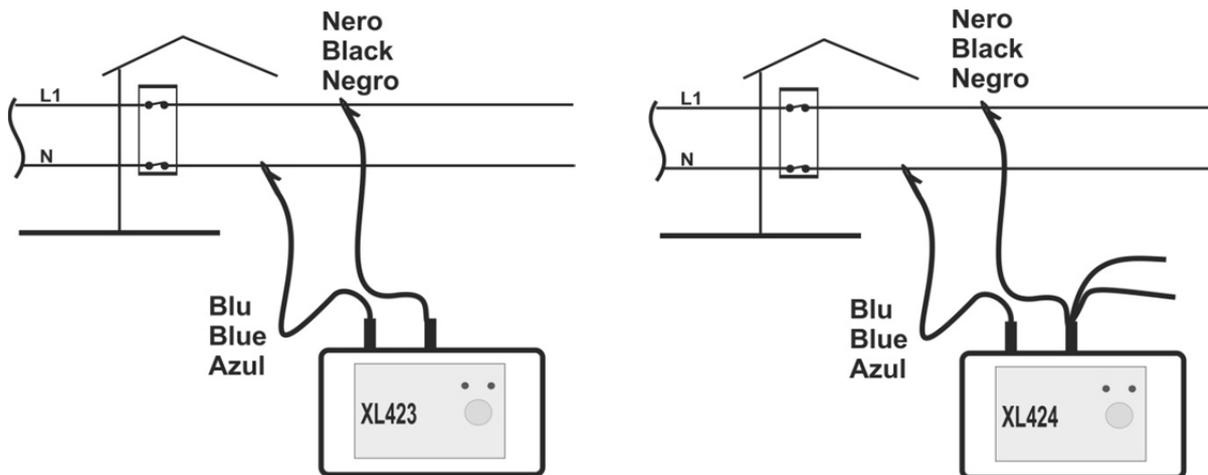

Fig. 2: Ligação do instrumento num sistema Monofásico
3. Ligar os terminais com crocodilo à instalação respeitando as ligações indicadas na Fig. 2.